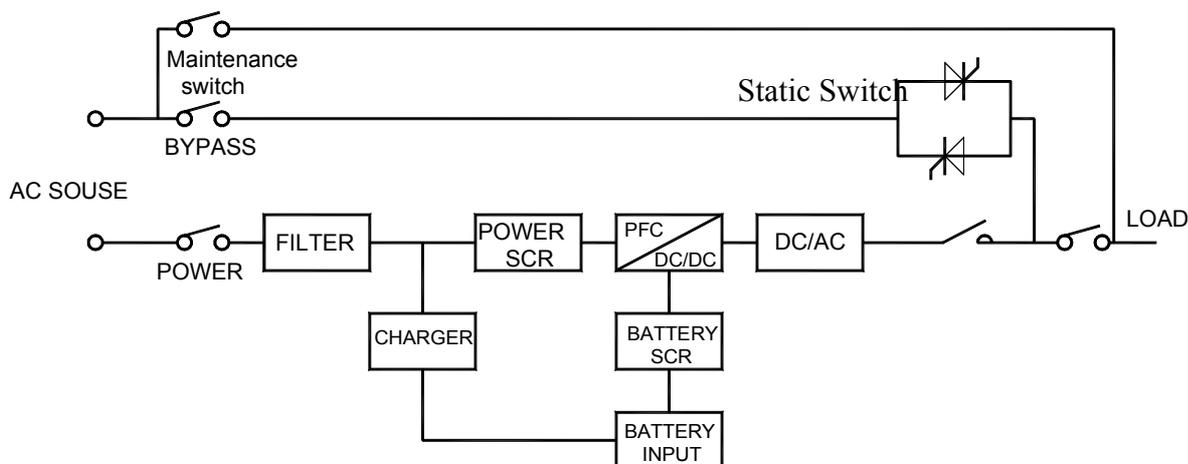

Рис. 3-1 Базовая конфигурация ИБП
- группы Аккумуляторных Батарей (BATTERY INPUT) т.д., как показано на рис. 3-1.